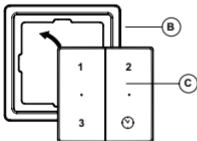

Fig 5.
2. Umieść przełącznik bezprzewodowy C (rys.5) w ramce B, aż zatrzaśnie się we właściwym położeniu.